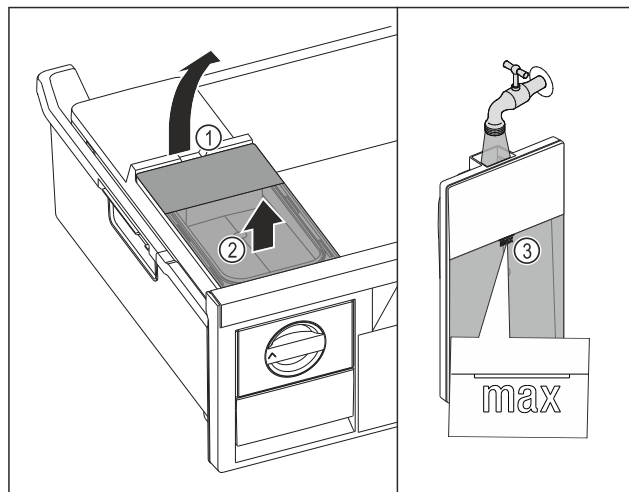

Fig. 156
- ▶ Løft vannbeholderen ved utsparingen Fig. 156 (1).
- ▶ Løft vannbeholderen ut av skuffen. Fig. 156 (2)
- ▶ Fyll vanntanken med vann opp til markeringen Fig. 156 (3).